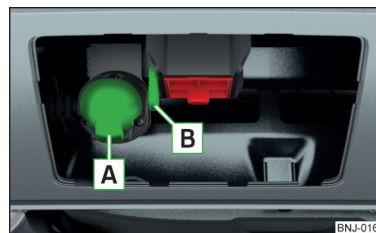

Fig. 162
- Sæt anhængertrækets stik ind i den 13-polet stikdåse » Fig. 162.